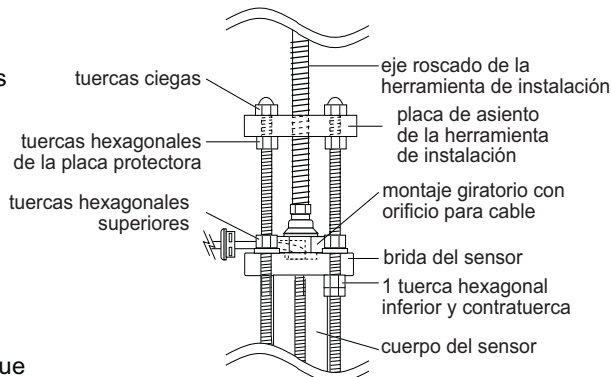

Fig. 18
**E.** Utilizando una careta para protección facial, girar el eje de la herramienta de instalación en **sentido antihorario** para sacar el sensor hasta que la brida del sensor haga contacto con las tuercas hexagonales superiores (fig. 18).